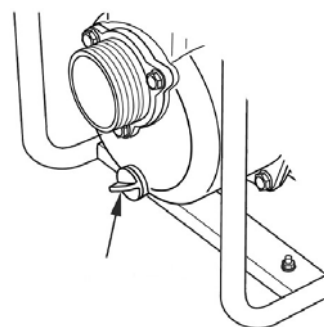

Abb. 3: Ablassschraube
Schritt 5: Entfernen Sie die Ablassschraube und spülen Sie die Pumpe mit sauberem, frischem Wasser durch. Sobald das komplette Wasser abgelassen ist, setzen Sie die Ablassschraube wieder ein. (Abb.3)